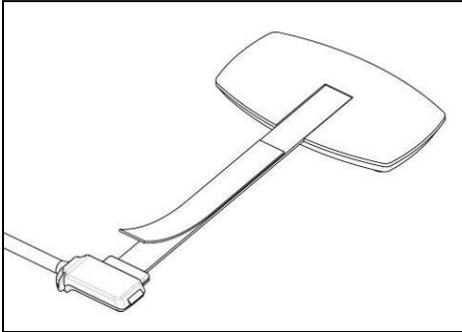

Abb. 14
- Für eine bessere Haftung am Helm, bringen Sie, falls erforderlich, das beidseitig klebende Befestigungsteil für das M1-Kabel an, das auf der Rückseite des Flex-Kabels für die Tastenvorrichtung mitgeliefert wird. Abb. 14